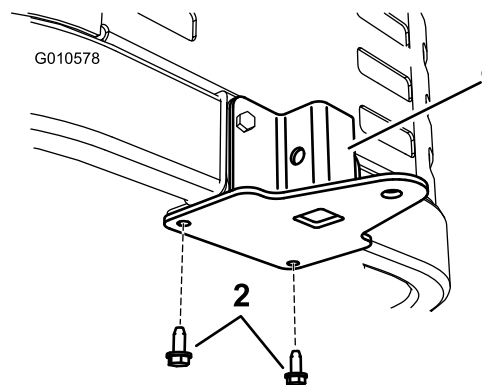

Figure 11
2. Fixez le support au bas du châssis de la machine, par dessous, avec deux vis autotaraudeuses (5/16 x 3/4 pouce) comme illustré (Figure 11).